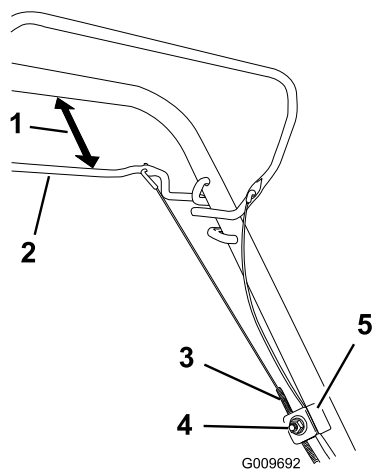

Figura 31
1. Desaperte a porca de suporte do cabo (Figura 31).
2. Fixe a transmissão auto-propulsora a 25 a 38 mm do manípulo (Figura 31).
3. Puxe o invólucro do cabo (para a máquina) até não haver folga no cabo (Figura 31).